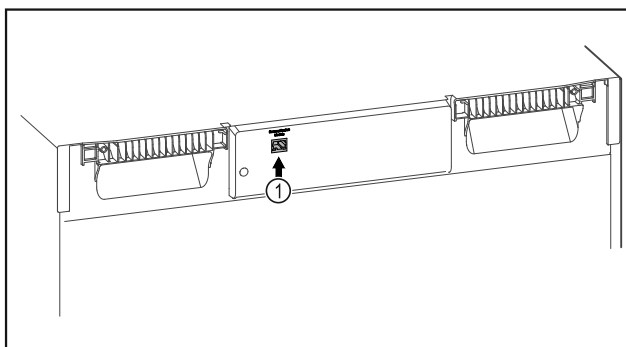

Fig. 94
- ☐ SmartModule Fig. 94 (1) naudojamas.